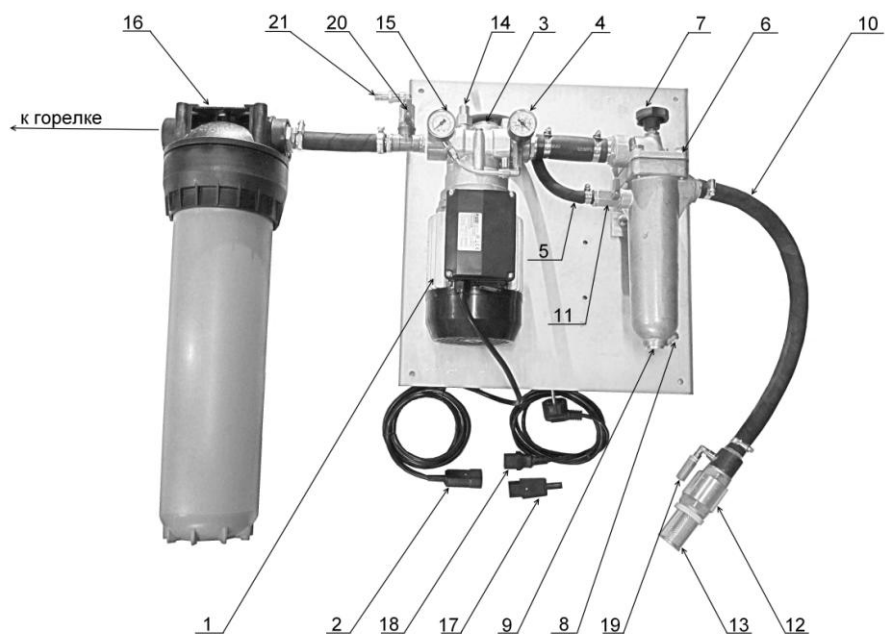
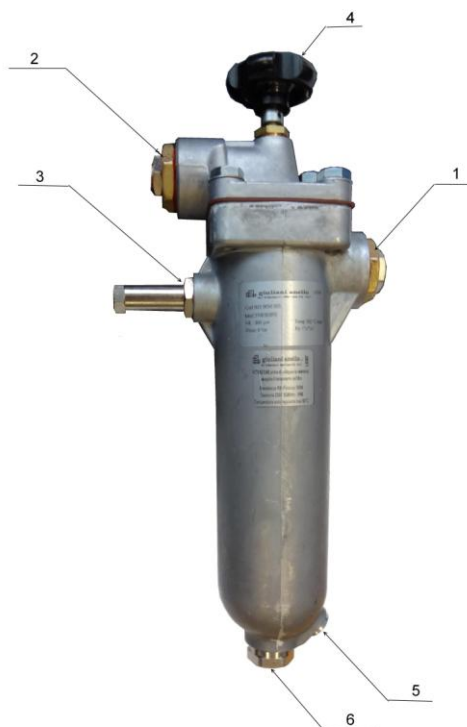

Рис. 15. Блок топливного насоса.
Рис. 16. Самоочищающийся фильтр.
Топливо забирается из расходного бака (*температура топлива не менее +12С*) топливным насосом (Рис.15 поз.3). Проходит через плавающий топливозаборник (Рис.15 поз.10) состоящий из сетчатого фильтра (Рис.15 поз.13), обратного клапана (Рис. 15 поз.12), шлага 2,5 м. Затем топливо очищается в самоочищающимся фильтре (Рис. 15 поз.6) и через патрубок подачи топлива (Рис. 16 поз.2) поступает в топливный насос (Рис.15 поз.3). Излишки топлива по трубопроводу циркуляции (Рис.15 поз.5) сбрасываются в самоочищающийся фильтр (Рис.16 поз.3). Разряжение на всасе насоса измеряется вакууметром (Рис.15 поз.6). Если разряжение более 0,5 бар произведите очистку сетчатого фильтра (Рис.15 поз.13) и самоочищающегося фильтра (Рис.16) провернув 4-5 раз маховик фильтра (Рис.16 поз 4).
Из насоса (Рис.15 поз.3) топливо подается через регулятор давления топлива (Рис.15 поз.14) в фильтр тонкой очистки (Рис.15 поз. 16) и поступает в горелку. Для увеличения давления поворачивайте регулировочный винт (Рис.15 поз.14) по часовой стрелке, для уменьшения против часовой. Давление топлива контролируйте по манометру (Рис.15 поз.15). Давление топлива после регулятора давление должно быть 3-4 бара.
Ежедневно проворачивайте маховик самоочищающегося фильтра (Рис.16 поз.4) 4-5 раз. Не реже одного раза в неделю сливайте конденсат и отложения, отвернув дренажную заглушку (Рис.16 поз.5, 6)
При сильном загрязнении фильтра на всасе топливного насоса (Рис.15 поз.13), самоочищающегося фильтра (Рис.16), фильтра тонкой очистки (Рис.15 поз.16) возрастает усилие на валу насоса, что ведет к перегреву и выходу из строя электродвигателя и топочного автомата. Для предотвращения данной ситуации в электрическом шкафу горелки (Рис.6 поз.1) установлен автомат с надписью «НАСОС», который при увеличении токовой нагрузки отключит электродвигатель топливного насоса.
При срабатывании автомата «НАСОС» немедленно произвести чистку фильтра на всасе топливного насоса (Рис.15 поз.13), самоочищающегося фильтра (Рис.16), замену картриджа фильтра тонкой очистки (Рис.21 поз.3).
3.5.2. Заполните топливом всасывающий трубопровод, самоочищающийся фильтр, насос, фильтр тонкой очистки и топливный бак Горелки. Для чего в комплекте топливного насоса предусмотрен кабель с вилкой прямого питания от сети 220 В (Рис.15 поз.18), соедините кабель с разъемом топливного насоса (Рис.15 поз.2). На топливном баке Горелки есть кран сброса воздуха (Рис. 6 поз. 11). Подключите топливный насос напрямую к сети 220 В и откройте кран сброса воздуха. Когда топливная система заполнится, через шланг начнет стекать масло с пузырьками воздуха. После удаления воздуха закройте кран (Рис. 6 поз. 11) . Питание насоса подключите по постоянной схеме.
Если топливный насос (Рис.15 поз.3) сразу не захватил топливо, то нужно удалить из него воздух. Для чего закройте кран на самоочищающемся фильтре (Рис.15 поз. 11) , отсоедините трубопровод циркуляции фильтр-насос (Рис.15 поз.5) , полностью выкрутите винт регулятора давления (Рис.15 поз. 14) и спускайте воздух до появления масла. После чего присоедините трубопровод циркуляции фильтр-насос (Рис.15 поз.5) откройте кран на самоочищающемся фильтре (Рис.15 поз. 11) и винт регулятора давления (Рис.15 поз. 14) установите в изначальное положение.
Давление топлива после насоса (Рис.15 поз.3) должно быть 3-4 бара, разрежение на всасе топливного насоса (Рис.17 поз.4) не более 0,5 бар.
- следить за показаниями вакуумметра на топливном насосе. При разрежении минус 0,4 бар необходимо очистить фильтр на входе насоса (Рис. 15 поз. 13) и провернуть 5-6 раз маховик самоочищающегося фильтра;
- проворачивать маховик самоочищающегося фильтра (Рис.16 поз.4) 5-6 раз один раз сутки, даже если горелка не эксплуатируется;
- не реже, чем 1 раз в неделю сливать конденсат и грязь из самоочищающегося фильтра, отвернув дренажную заглушку (Рис.15 поз.5)